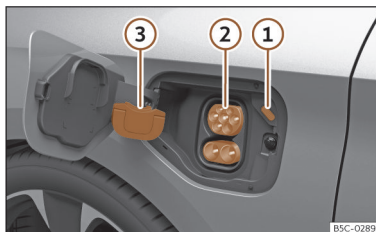

**Fig. 61** Por trás da tampa da tomada de carregamento da bateria na parte dianteira esquerda: tomada de carregamento.
- Retire a capa de proteção e encaixe-a no engate >>> **Fig. 61 ③**
- Ligue o conector de carregamento da estação de carregamento à tomada de carregamento >>> **Fig. 61 ②**
O LED (indicador do processo de carregamento) da tomada de carregamento pisca e emite cintilações brancas >>> **Fig. 61 ①** >>> **Página 89**
O indicador do processo de carregamento da tomada de carregamento pisca a verde >>> **Fig. 61 ①**.
- Pressione o botão de função **Parar carregamento** no ecrã do sistema infotainment. O indicador do processo de carregamento situado junto da tomada de carregamento acende a branco >>> **Fig. 61 ①**. O conector de carregamento está desbloqueado.
- Encaixe a capa de proteção na ligação inferior da tomada de carregamento. >>> **Fig. 61**